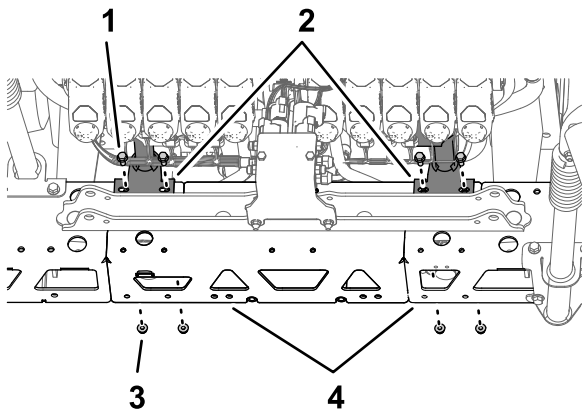

図 111
3. バルブマウントをトラスフレームに固定する 図 110 と 図 111 ボルト 5/16 x  $\frac{3}{4}$ " 4本とフランジロックナット 5/16" 4個を使用する。